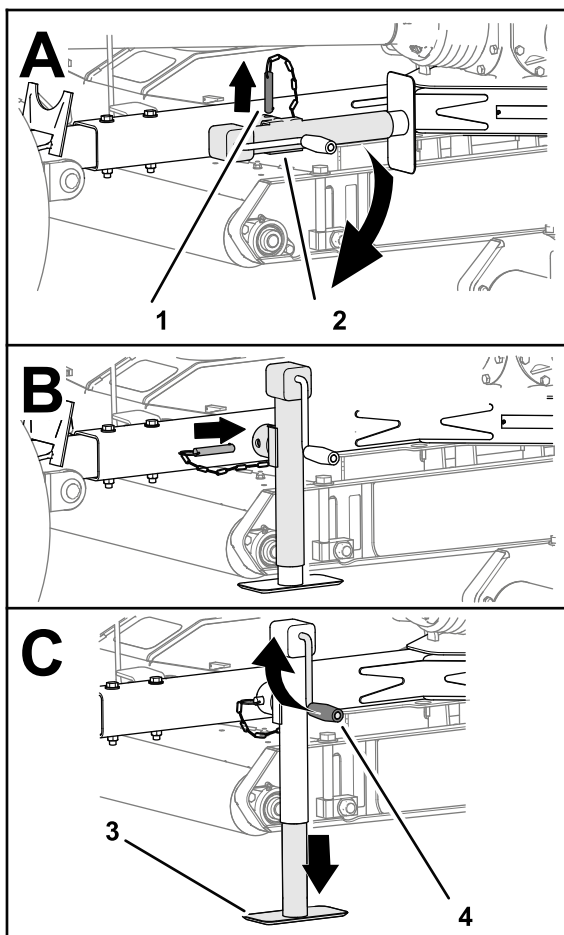

Figure 17
3. Déposez la goupille et pivotez le cric de barre de remorquage à la verticale (Figure 17).
- Alignez le trou de la barre de remorquage et le trou du cric (Figure 17).
- Insérez la goupille dans les trous de la barre de remorquage et du cric (Figure 17).
- Tournez la manivelle de cric pour relever entièrement l'appui de cric ; voir Figure 17 à la section Soutenir la tondeuse au cric (page 14).